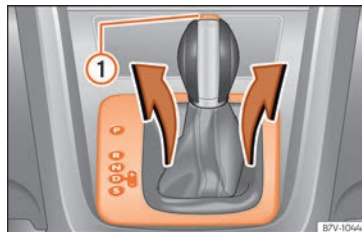

Abb. 238 Abdeckung der Schaltkulisse abbauen.
- Abdeckung im Bereich der Wählhebelmanschette nach oben ziehe **»» Abb. 238**.
- Sperrtaste **»» Abb. 238**  am Hebelgriff drücken und Hebel in Stellung **N** bringen.